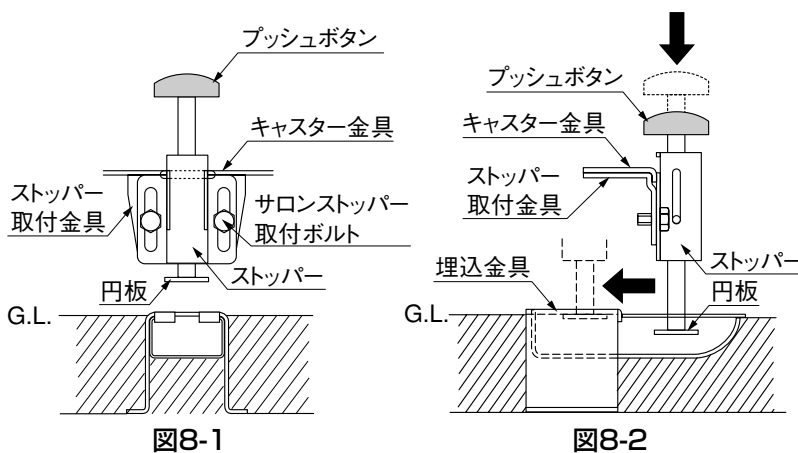

図8-1
- ① プッシュボタンを押下げた時に円板が埋込金具に引っかかるようにサロンストッパー取付ボルトを調整してください。(図8-1参照)